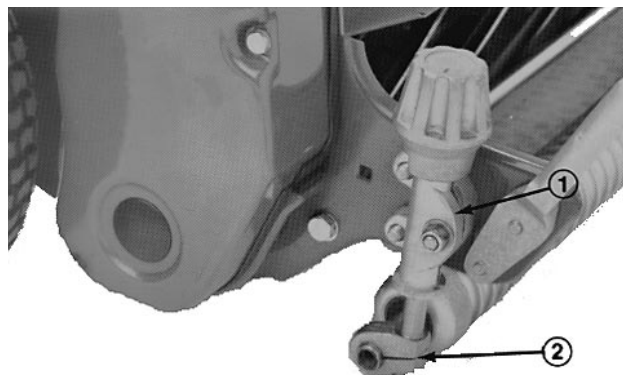

Fig. 6
2. Aliviar as contraporcas que seguram os apoios reguladores da altura de corte nas placas laterais (Fig. 6).